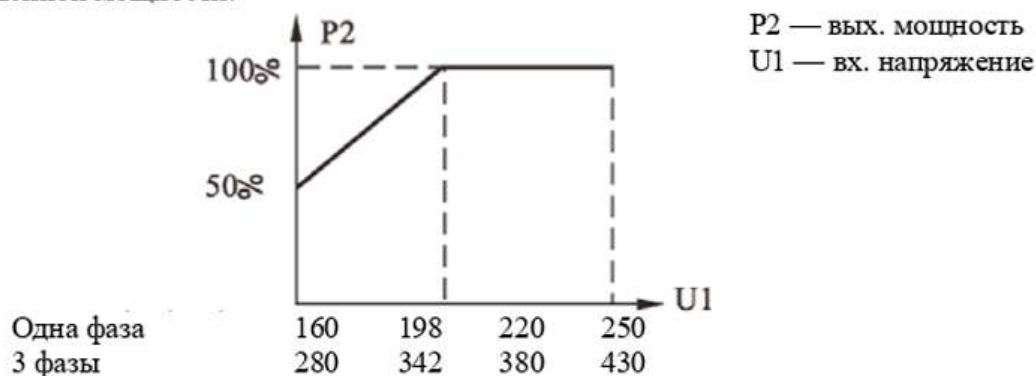

Рис. 1 График выходной мощности
4.1.3 Когда используются выходы 110 В и 220 В соответственно или одновременно, максимальный общий выходной ток не должен превышать номинальный выходной ток. При использовании выхода 110 В максимальная мощность составляет только половину номинальной мощности. Когда входное напряжение ниже 198 В, мощность должна быть уменьшена пропорционально использованию в соответствии с рис. 1!
Решение: Если возникает проблема, необходимо подтвердить, соответствует ли входное напряжение значениям в таблице 1 и соответствует ли нагрузка требованиям рис. 1. Если вышеуказанные требования соблюдены, это может быть вызвано следующими причинами: залипание щетки, неровная поверхность трения обмотки и повреждение двигателя или платы. Если существуют проблемы с вышеуказанными устройствами, источник питания со стабильным напряжением не может
Соотношение выходной мощности и входного напряжения показано на рис. 1. Когда входное напряжение однофазного стабилизатора напряжения ниже 198 В, или входное напряжение трехфазного стабилизатора напряжения ниже 342 В или фазное напряжение ниже 198 В, выходная мощность изделия снижается. Использовать изделие только при уменьшенной мощности.